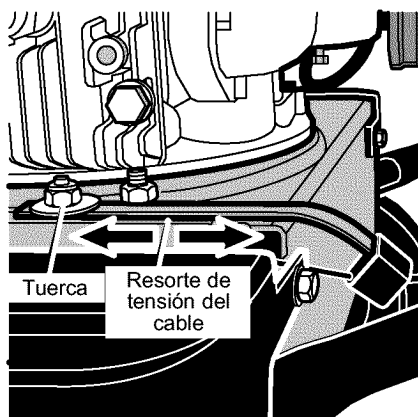

Figura 9
1. Afloje la **tuerca** que sujeta el **resorte de tensión del cable**. (Vea la Figura 9).